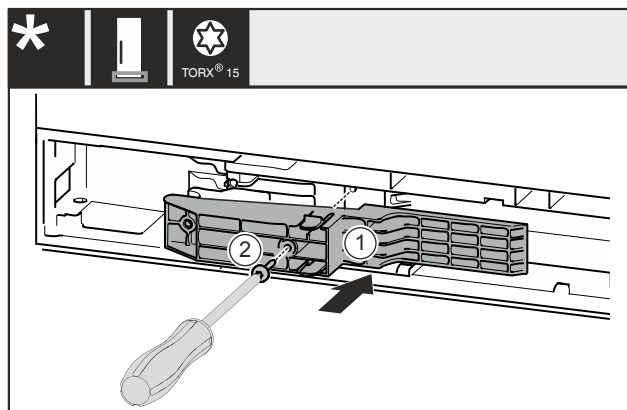

Fig. 51 \*
- ▶ Adaptér Fig. 51 (1) na straně rukojeti vložte do výklenku.\*
- ▶ Šroubovákem šroub Fig. 51 (2) pevně utáhněte.\*